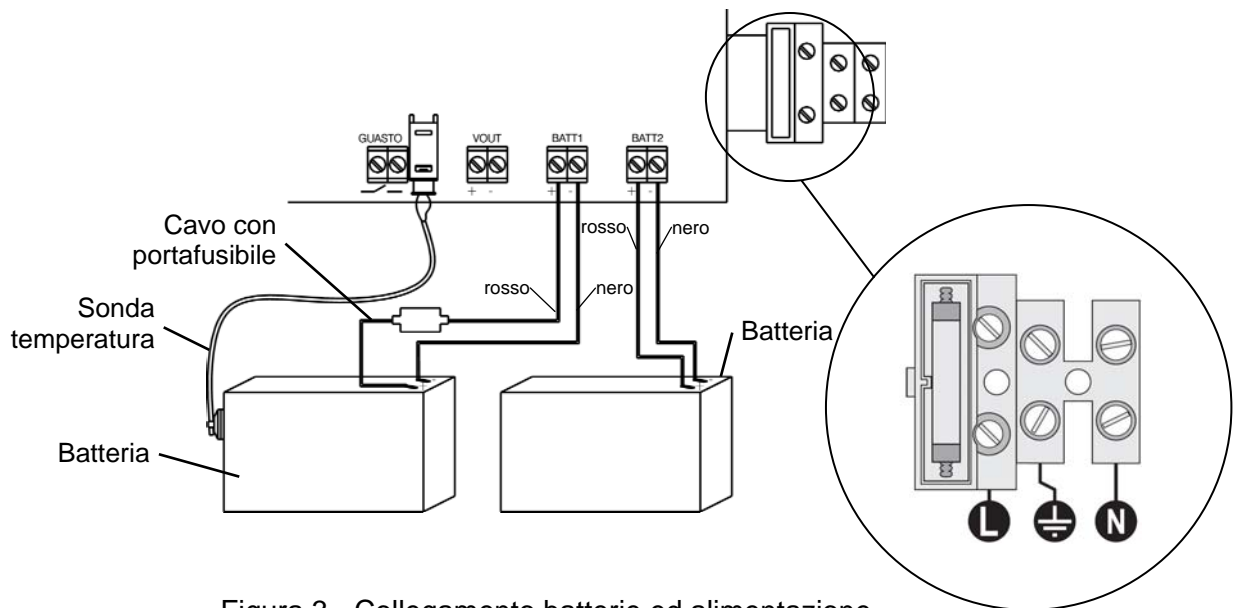

Figura 3 - Collegamento batterie ed alimentazione
- incollare la sonda di temperatura su una delle due batterie (vedere figura 3)
- collegare il cavo per l'alimentazione di rete alla morsettieria con portafusibile come indicato in figura 3 senza fornire alimentazione